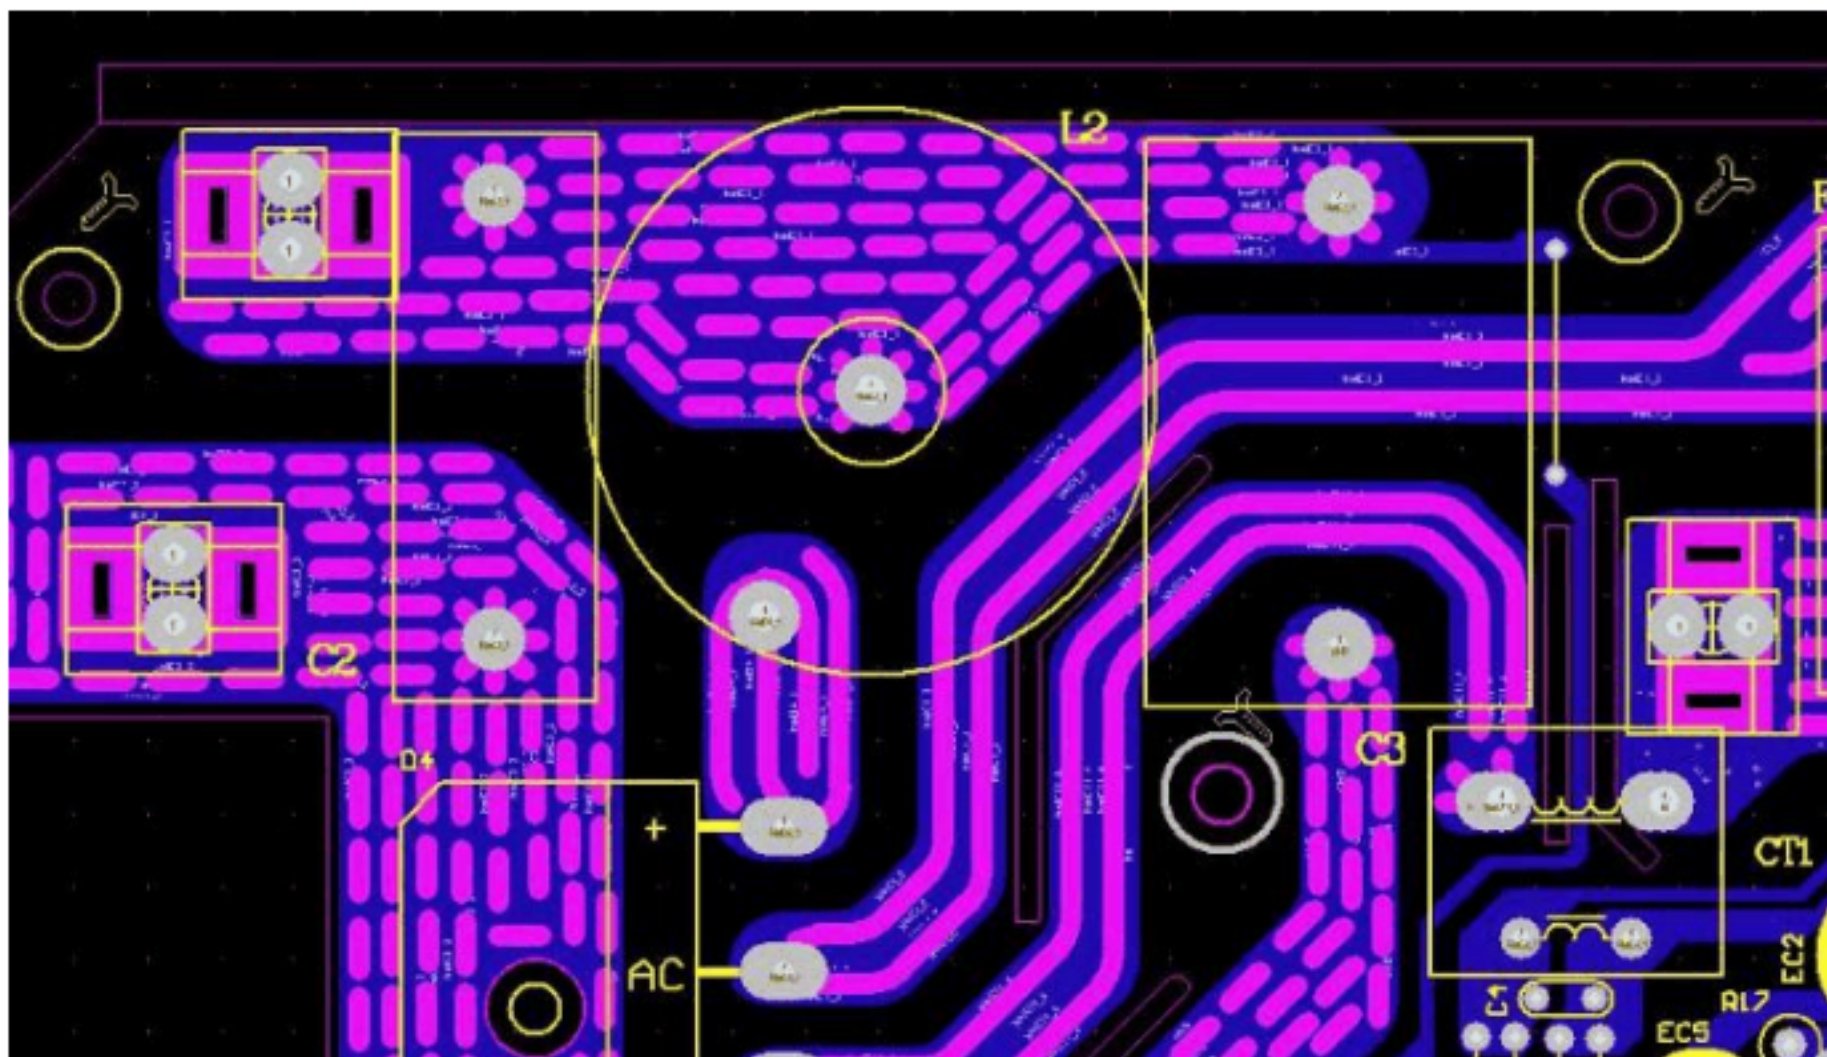

图 1
2、在实际设计中，每条导线还会受到焊盘和过孔的影响，如焊盘教多的线段，在过锡后，焊盘那段它的电流承载值就会大大增加了，可能很多人都有看过一些大电流板中焊盘与焊盘之间某段线路被烧毁，这个原因很简单，焊盘因为过锡完后因为有元件脚和焊锡增强了其那段导线的电流承载值，而焊盘与焊盘之间的焊盘它的最大电流承载值也就为导线宽度允许最大的电流承载值。因此在电路瞬间波动的时候，就很容易烧断焊盘与焊盘之间那一段线路，解决方法：增加导线宽度，如板不能允许增加导线宽度，在导线增加一层 Solder 层（一般 1 毫米的导线上可以增加一条 0.6 左右的 Solder 层的导线，当然也增加一条 1mm 的 Solder 层导线）这样在过锡过后，这条 1mm 的导线就可以看做一条 1.5mm~2mm 导线了（视导线过锡时锡的均匀度和锡量），如图 1 所示，因此如果过锡量够均匀也锡量也够多的话，这条 1mm 导线就不止可以看做一条 2mm 的的导线了。而这点在单面大电流板中有为重要。